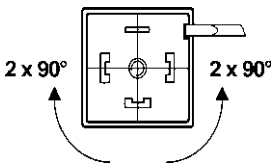

Bild 6: Drehen der Anschlußplatte
- Unterfassen Sie die Anschlußplatte vorsichtig mit der Schraubendreherklinge und hebeln Sie sie aus (Bild 6).